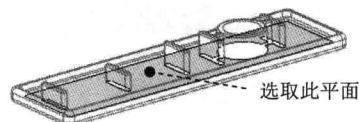

图 1.6 设置修剪平面
(1) 在“阴影曲面”对话框中双击 **Clip Plane (修剪平面)** 元素。
(2) 系统弹出 **▼ ADD RMV REF (加入删除参照)** 菜单，选择该菜单中的 **Add (添加)** 命令。
(3) 设置修剪平面。在系统 **选取一修剪平面** 的提示下，采用列表选取法选取图 1.6 所示的模型内表面为修剪平面。
(4) 在 **▼ ADD RMV REF (加入删除参照)** 菜单中选择 **Done/Return (完成/返回)** 命令。